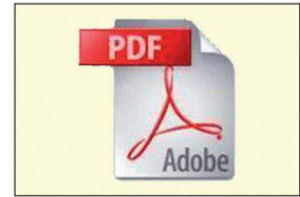

Bild 1: Adobe Logo
b) Nennen Sie die Adresse der Website des Herstellers (**Bild 1**) für den Download: